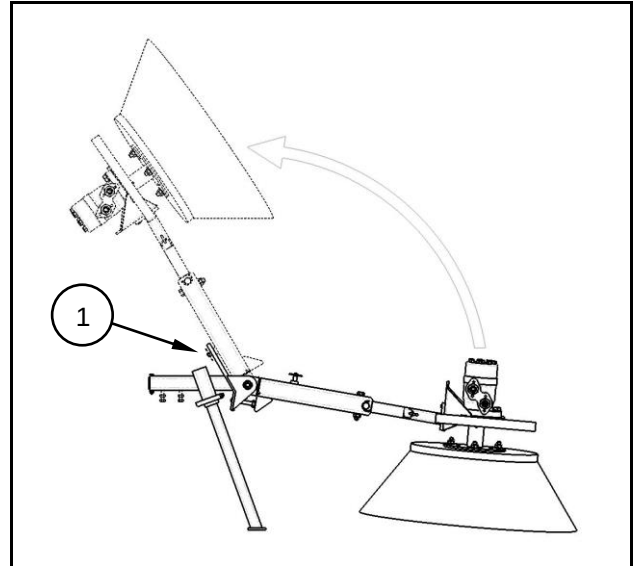

Fig. 6.8
- Seitenkehrbesen hochklappen und mit Federstecker (1) sichern.
- Die drei Sechskantmutter (2) abdrehen (Fig. 6.8).
- Alten Tellerbesen (3) entfernen.